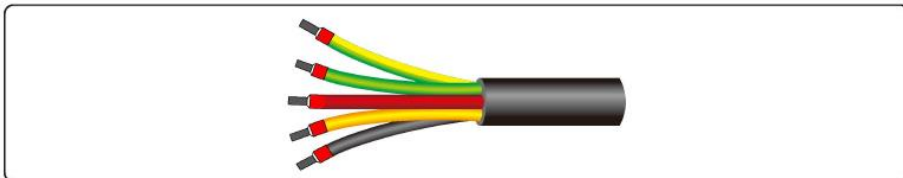

Figura 5.5 Engarce del terminal tipo Euro
**Paso 2** Engarce los terminales tipo Euro utilizando la herramienta especial de engarce, mostrada en la figura 5.5.